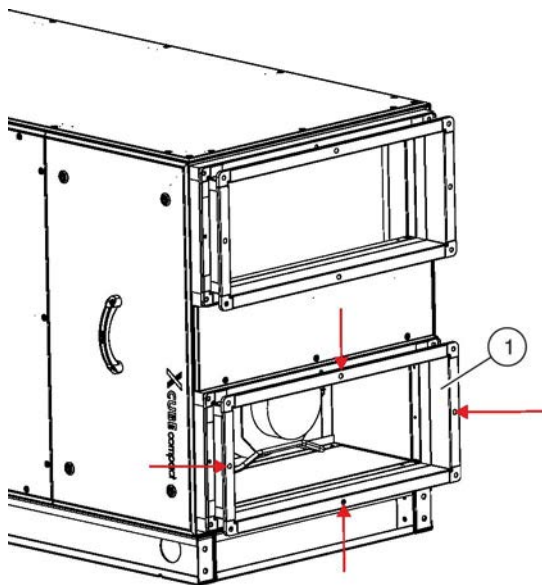

Fig. 17: Retrait des connecteurs d'insonorisation
- ▶ Dévisser les quatre vis à 6 pans (M6×50) (Voir la Fig. 17/flèches rouges) sur le connecteur d'insonorisation et retirer le connecteur d'insonorisation (Voir la Fig. 17/1).